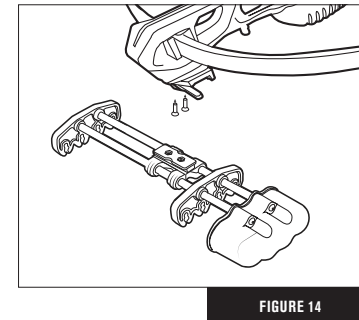

FIGURE 14
1. Vissez le support du carquois sur le dessous du fût (Fig. 14).